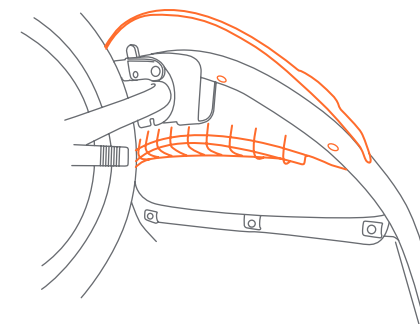

Fig. 24a
- 24)** • Aligner le pare-chocs et presser sur le cadre avant (Fig. 24a).